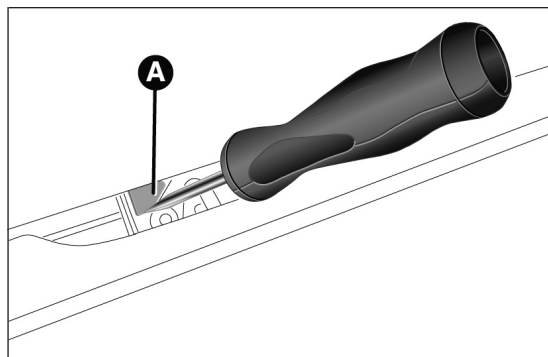

fig. 80
- à l'aide du tournevis, retirer la languette jaune A fig. 80 ;